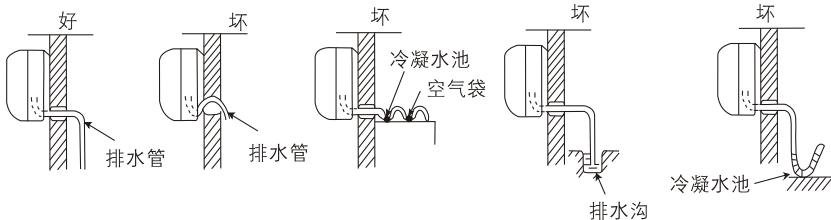

图 30
- (1) 用附件⑮ 排水管与室内机组的出水管连接起来。
- (2) 如要使冷凝水流得舒畅,排水管应倾斜少许,如图30所示。